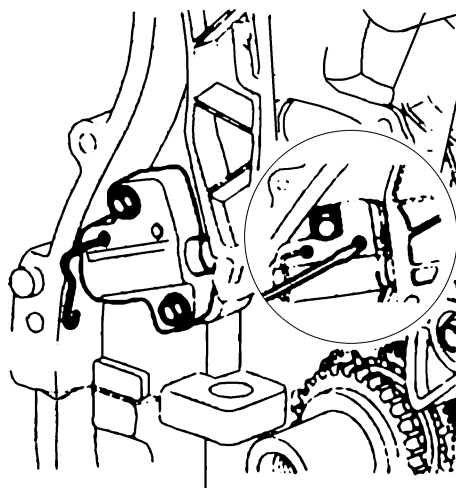

图 29-28 插入限位销
19) 压缩正时链条张紧器后, 插入限位销, 如图 29-28 所示。